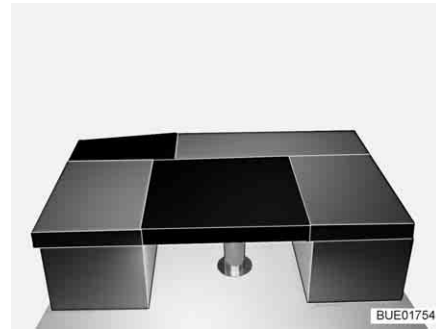

Fig. 120 Después de la transformación
- Colocar el cojín adicional cuadrangular en la mesa (delante de los cojines de asiento de los bancos, véase Fig. 120).